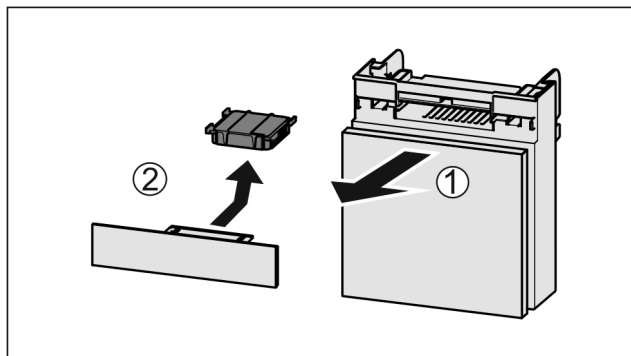

Fig. 189
- Estrarre il vano tirando in avanti Fig. 189 (1).
- Rimuovere il filtro a carboni attivi Fig. 189 (2).